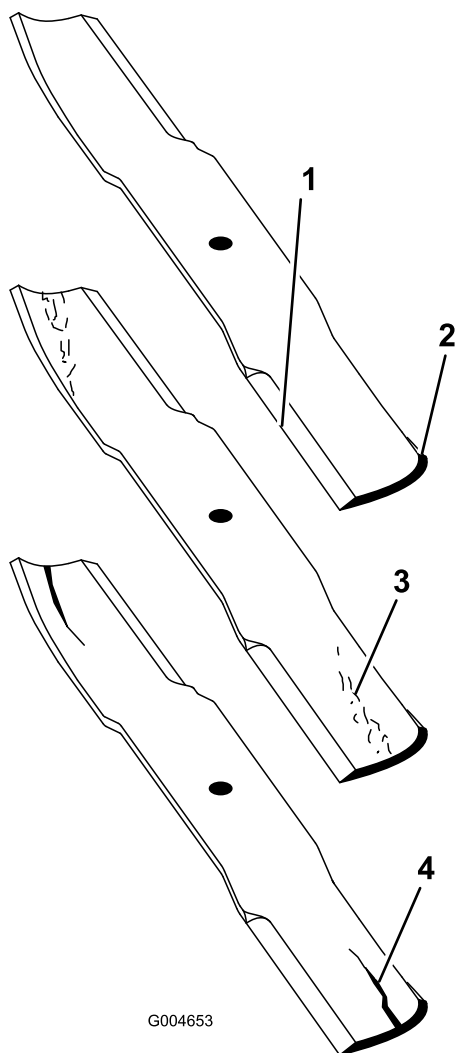

Figura 130
2. Examine cuidadosamente los extremos de corte de la cuchilla, sobre todo en el punto de reunión entre la parte plana y la parte curva de la cuchilla (Figura 130).
Nota: Puesto que la arena y cualquier material abrasivo pueden desgastar el metal que conecta las partes curva y plana de la cuchilla, compruebe la cuchilla antes de utilizar el cortacésped. Si se aprecia desgaste (Figura 130), cambie la cuchilla.